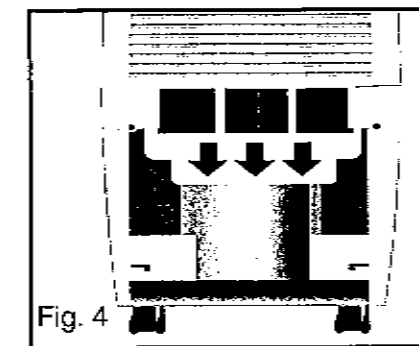

Fig. 4
3. Tirez la poignée du filtre vers le bas dans la direction des flèches. (Fig.4)